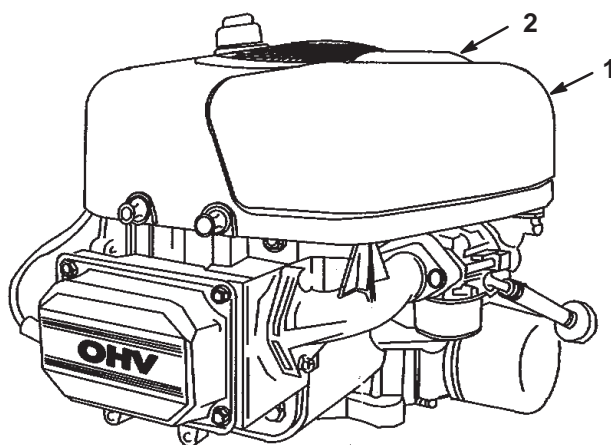

Figure 23
3. Nettoyez la surface autour du filtre à air pour éviter que des impuretés ne s'introduisent dans le moteur et l'endommagent. Tirez la poignée du couvercle du filtre à air et tournez-la vers le moteur (Fig. 23). Déposez le couvercle du filtre à air.